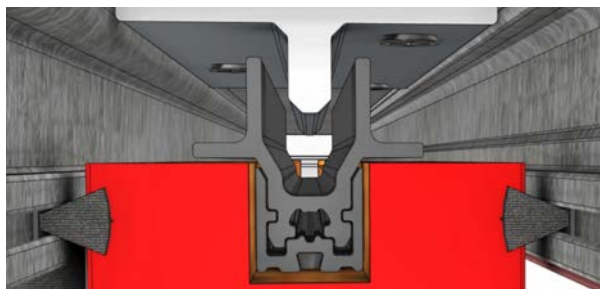

Fig A8
- Deslice el riel estructural en la base del riel estructural, ubicada en la parte superior de cada panel cerca del borde del montante (Fig. A8).